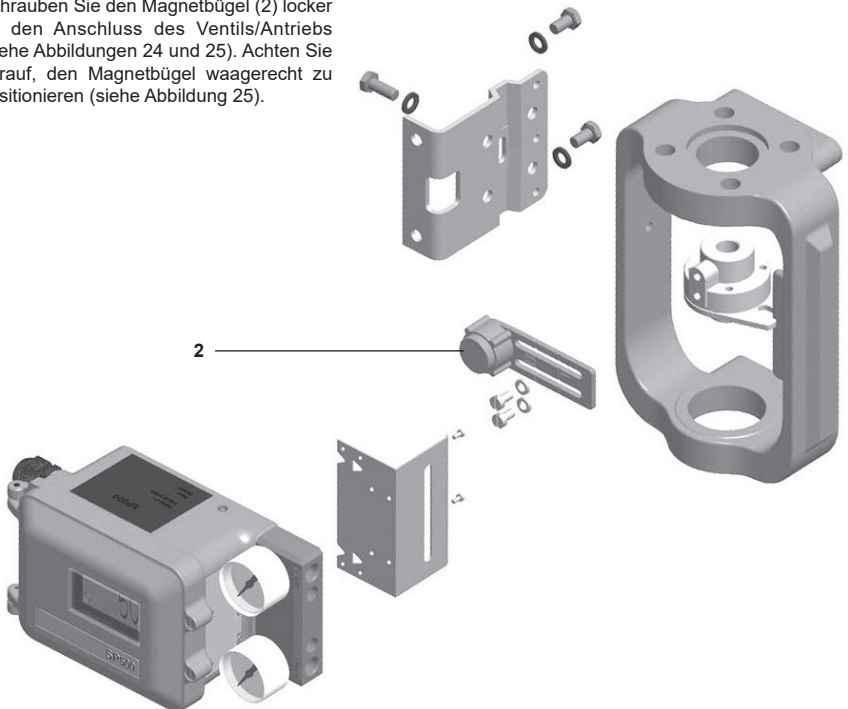

Abb. 25 Anbausatz für Linearantriebe mit Gussrahmen
- 5.2.1** Schrauben Sie den Magnetbügel (2) locker an den Anschluss des Ventils/Antriebs (siehe Abbildungen 24 und 25). Achten Sie darauf, den Magnetbügel waagrecht zu positionieren (siehe Abbildung 25).